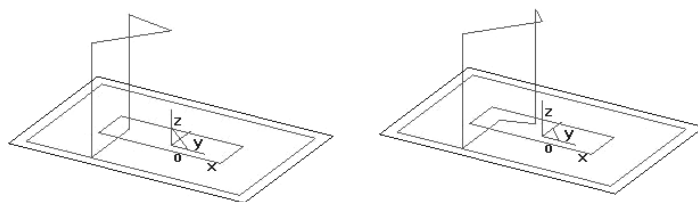

图 7-28 设定接近点效果图
- **【设定接近点】**：设定下刀时接近点的 XY 坐标。可以单击“拾取”按钮直接从屏幕上拾取。如图 7-28 所示为设定接近点效果图。